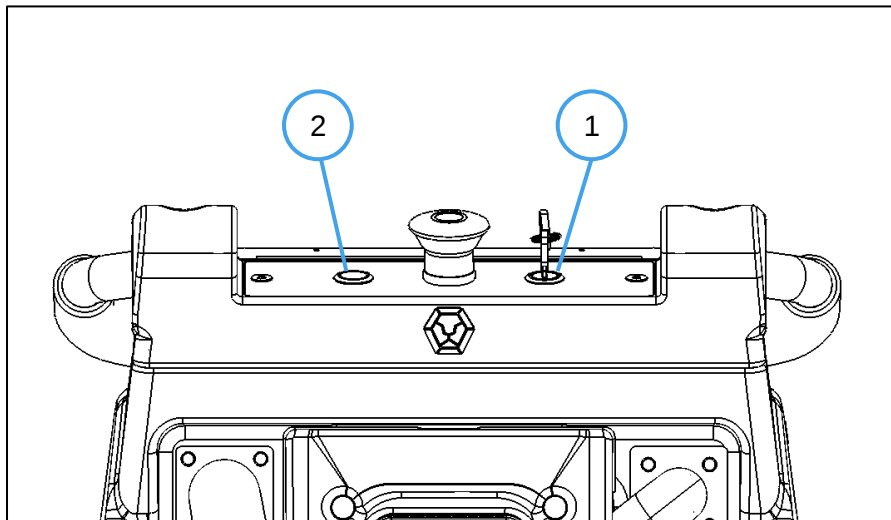

Fig. 1
1. Insérez la clé dans l'interrupteur comme indiqué (Fig. 1 -1).